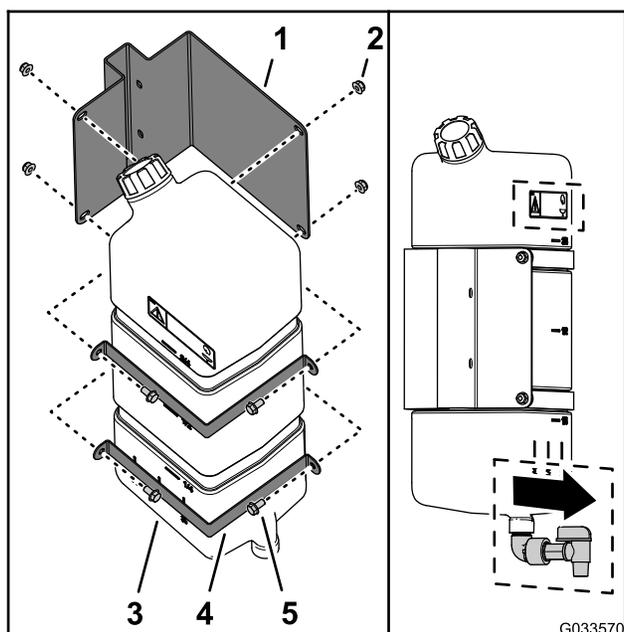

Рисунок 45
- Прикрепите бак пресной воды к узлу крепления с помощью 2 монтажных скоб, 4 болтов с фланцевыми головками (5/16 x 5/8 дюйма) и 4 фланцевых контргаек (5/16 дюйма), как показано на Рисунок 45.